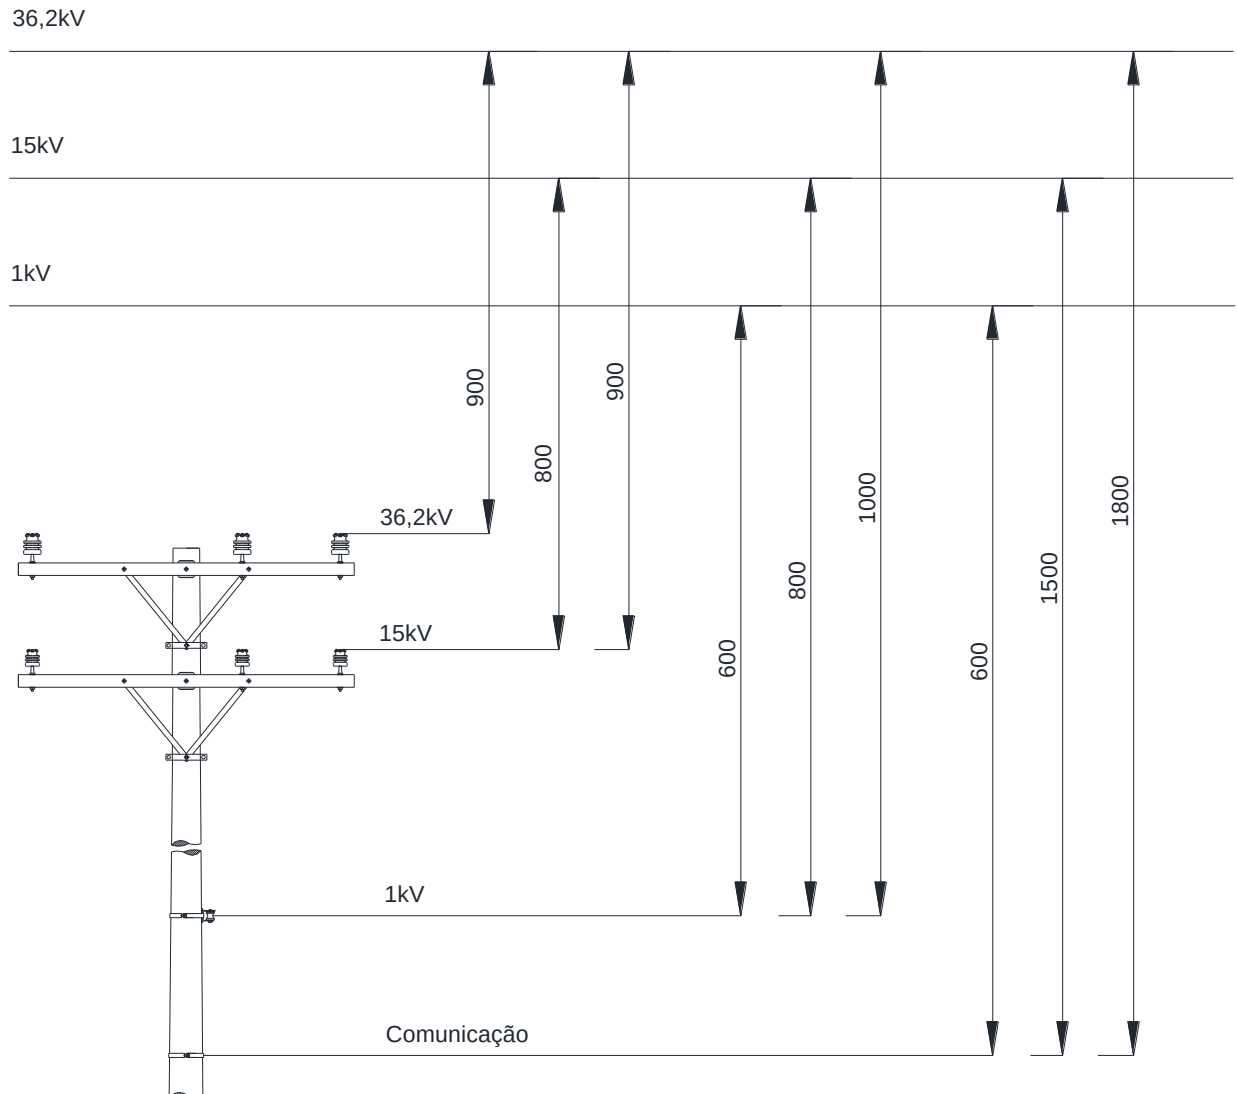

Figura 3 – Afastamentos mínimos – Circuitos diferentes
- Em caso de mais de um circuito devem ser mantidos os afastamentos mínimos definido na Figura 3;